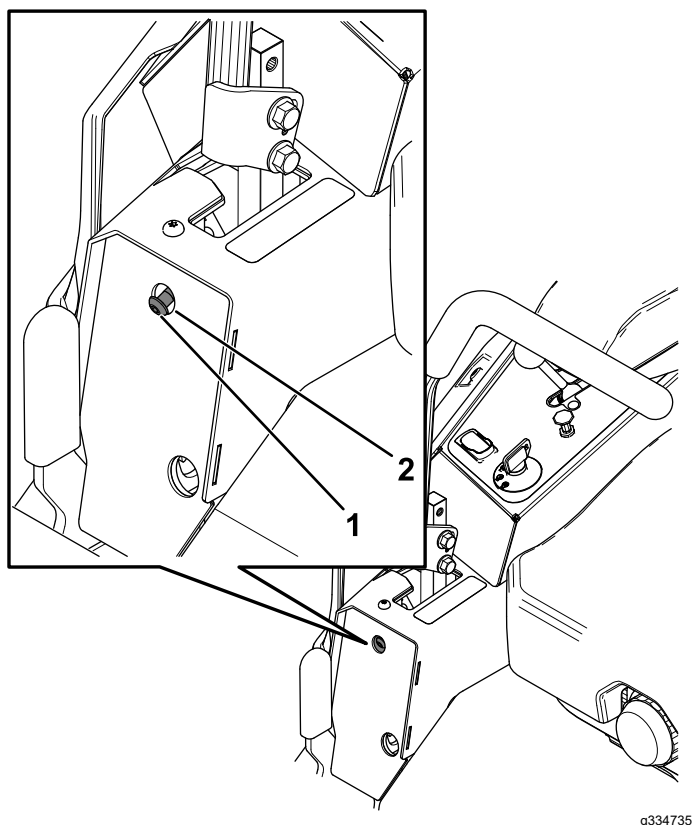

Figura 55
6. Dacă maina se îndreaptă spre dreapta, introducei o cheie hexagonală de 3/16" în orificiul de acces al panoului stânga al capacului frontal i rotii urubul de aliniere în sensul acelor de ceasornic sau în sens invers acelor de ceasornic, pentru a regla cursa manetei (**Figura 55**).
7. Dacă maina se îndreaptă spre stânga, introducei o cheie hexagonală de 3/16" în orificiul de acces al panoului dreapta al capacului frontal i rotii urubul de aliniere în sensul acelor de ceasornic sau în sens invers acelor de ceasornic, pentru a regla cursa manetei (**Figura 55**).